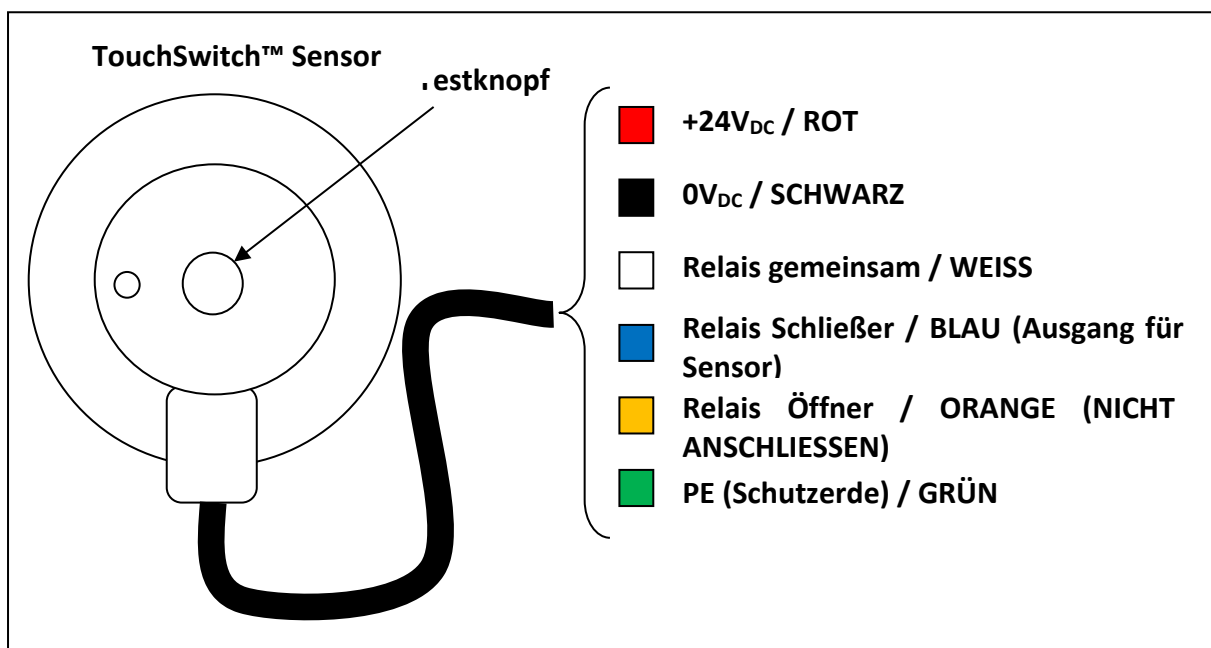

Abbildung 7 – TouchSwitch™ Elektroanschluss
- 2) Den Testknopf langsam (siehe Abbildung 7) mit der Hand im Uhrzeigersinn drehen, bis die Status-LED AUS geht